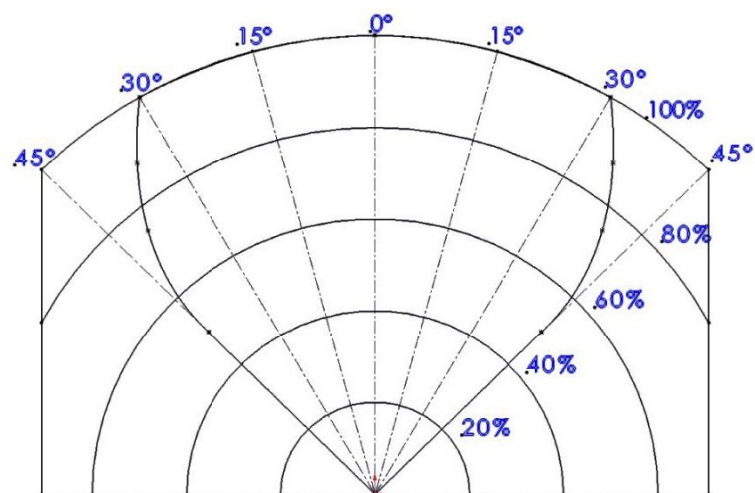
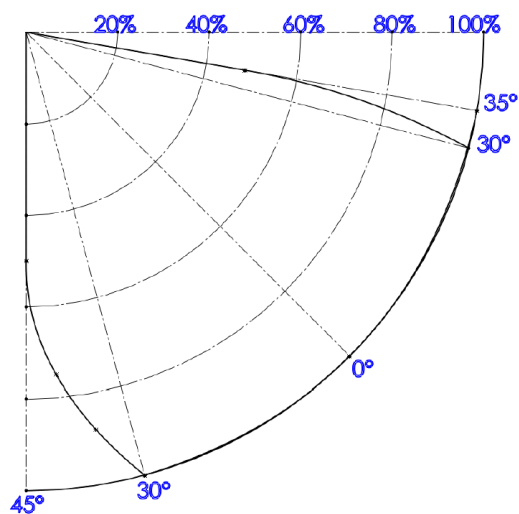

Figure 11 : - Champ de vision horizontal
Figure 12 : Champ de vision vertical
- ⚠ Le champ de vision des détecteurs (voir Figure 11 et Figure 12)